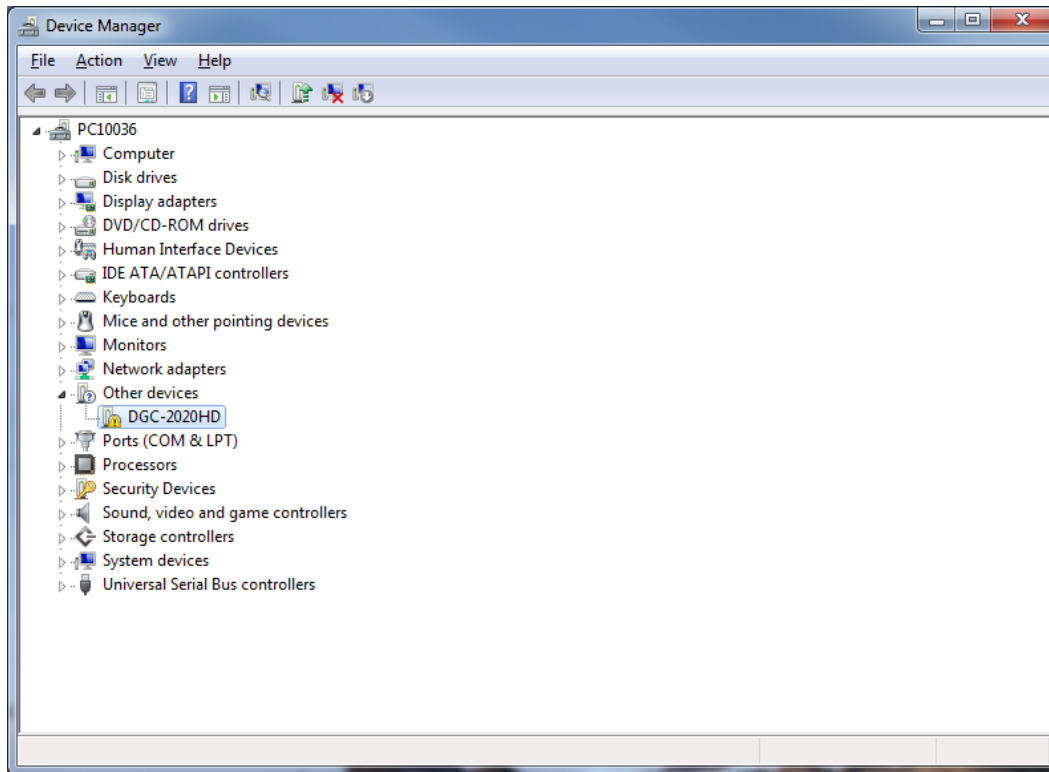

Figura 9-2. Administrador de dispositivos
Paso 2: Abra el Administrador de dispositivos de Windows® como se muestra en la Figura 9-2. Haga clic con el botón derecho del ratón en DGC-2020HD (o Dispositivo desconocido) en Otros dispositivos y seleccione Propiedades.